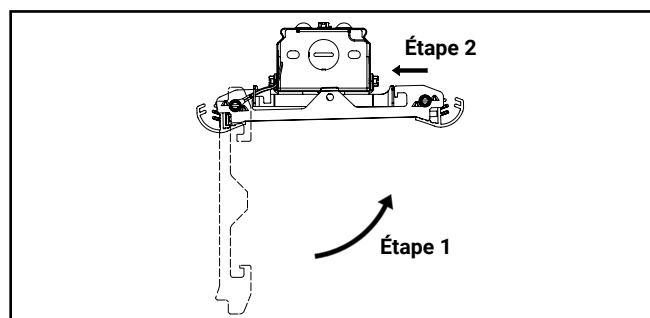

Figure 3.3
D. Faites pivoter l'assemblage du guide d'ondes vers l'autre extrémité du support de la charnière du canal, puis déplacez le guide d'ondes horizontalement et vers le haut simultanément vers le canal. (Figure 3.3)